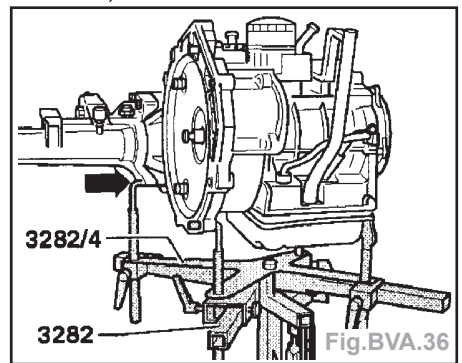

Fig. BVA.36
- Ajuster le support de boîte 3282 (Fig. BVA.36).